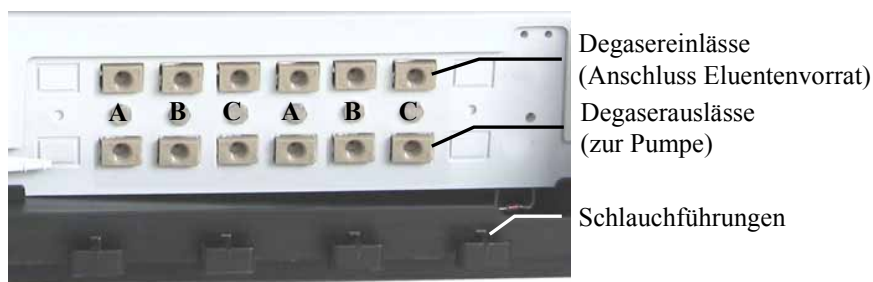

Abb. 9: Beispiel für Anschlüsse am Degaser (hier SRD-3600)
2. Schlauchführungen im SRD (→ Abb. 9, Seite 22) erleichtern den Anschluss der Ansaugschläuche. Legen Sie den Schlauch in eine Führung, entfernen Sie gegebenenfalls den Blindverschluss am entsprechenden Degaserauslass (→ Abb. 9) und schließen Sie den Schlauch mit der entsprechenden Kennzeichnung an.